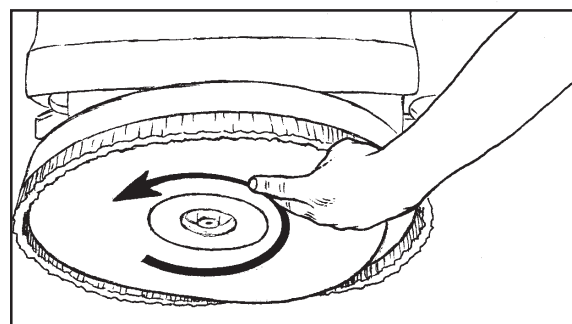

Figure 20
- Soulevez la tête de la brosse en appuyant sur l'interrupteur d'élévation de la brosse et en le tenant appuyé jusqu'à ce que la tête de la brosse soit complètement élevée et tournée dans la bonne position (Voir Figure 20).
- Poussez la brosse vers le haut et tournez dans le sens contraire au sens de rotation de récurage jusqu'à ce que les ergots soient bloqués (Voir Figure 20).